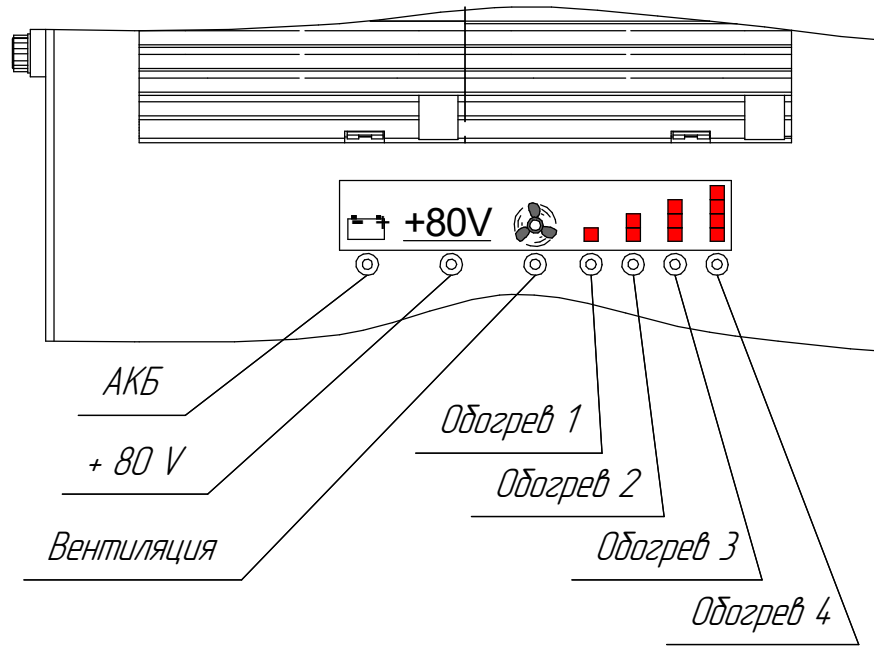

Рис.4. Расположение индикации на крышке тепловентилятора.
3.1.3. Убедиться, что светится индикатор "+80V" (см. рис.4).